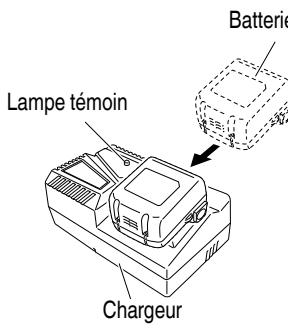

Fig. 7
2. Insérer la batterie dans le chargeur de batterie. Insérer la batterie dans le chargeur de batterie comme indiqué à la Fig. 7, 8.